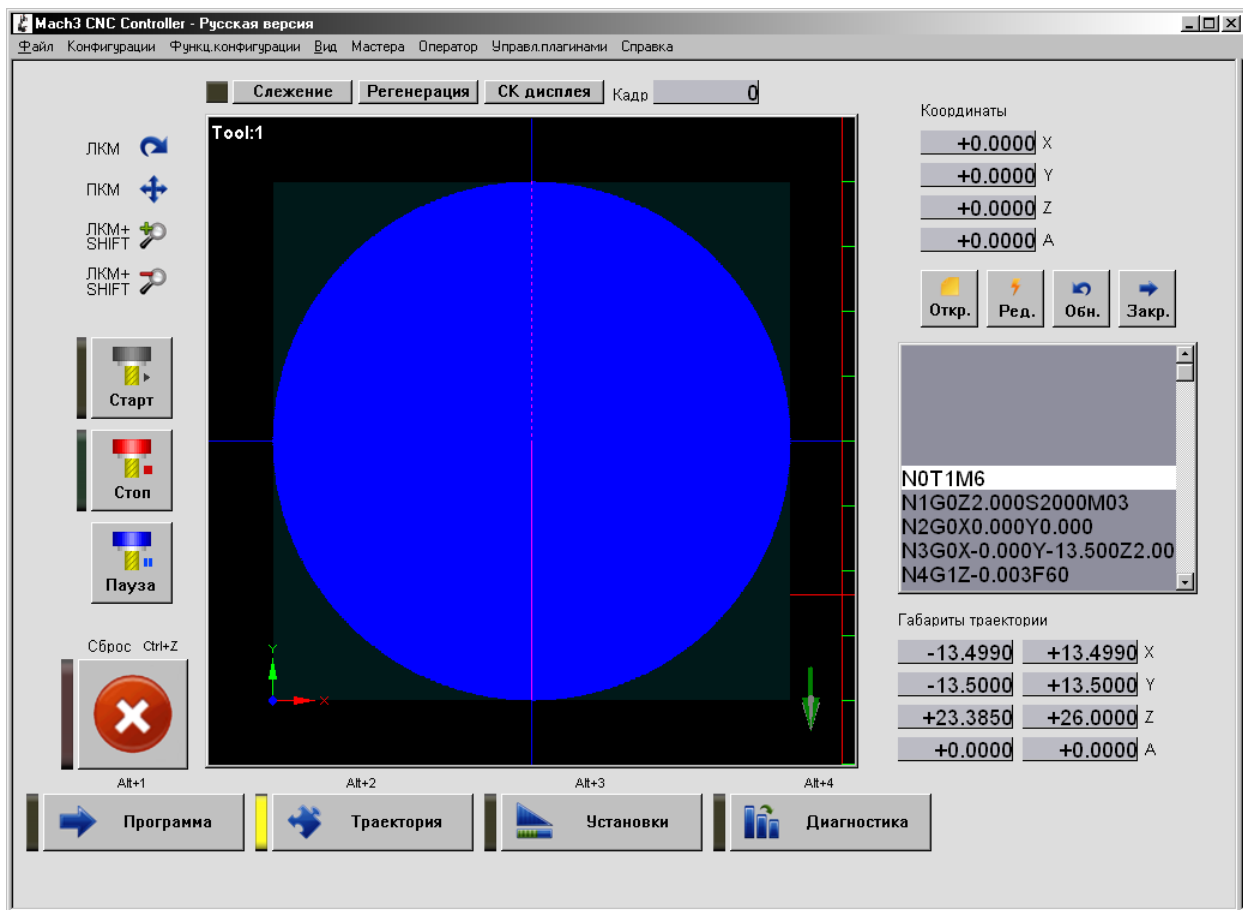
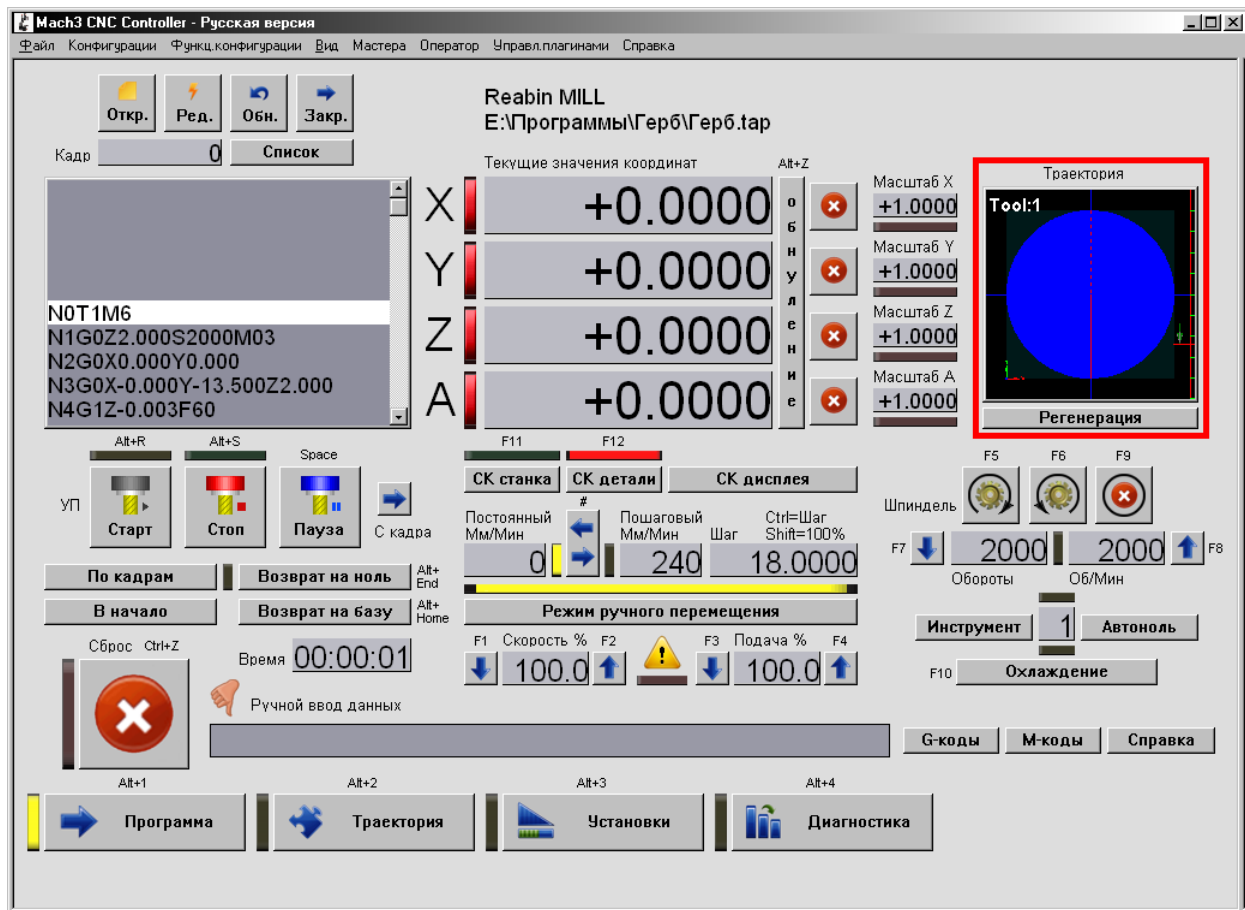

Рис. 15. Экран отображения траектории инструмента.
Рис. 20. Окно просмотра траектории инструмента.
Траектория - экран отображения траектории инструмента на крупном окне, габаритные размеры траектории (**Рис. 15**).
3.1.10 В правой верхней части рабочего окна находится окно просмотра траектории инструмента (**Рис. 20**). Такое же окно, но увеличенного размера, имеется на экране **Траектория** (**Рис. 15**).